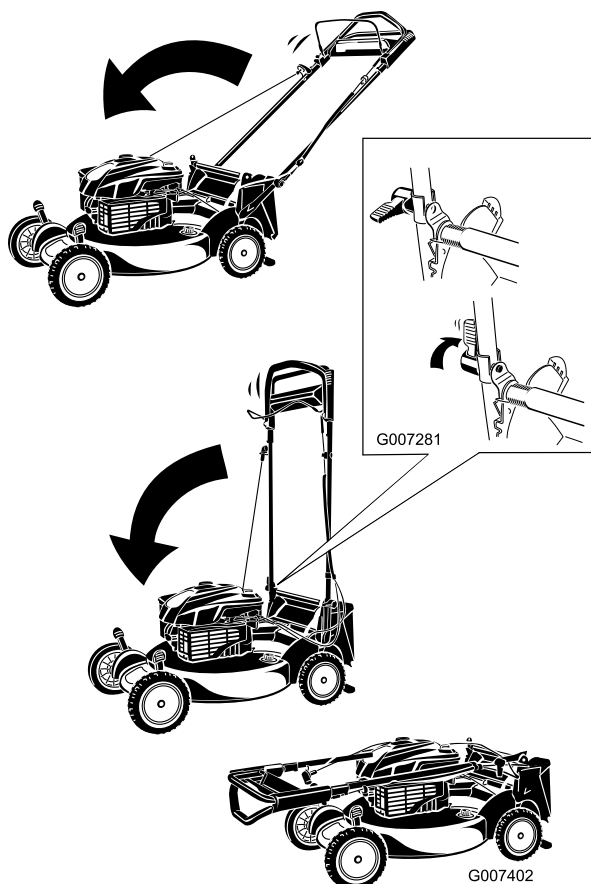

Figure 40
1. Pliez la partie supérieure du guidon en avant (Figure 40).